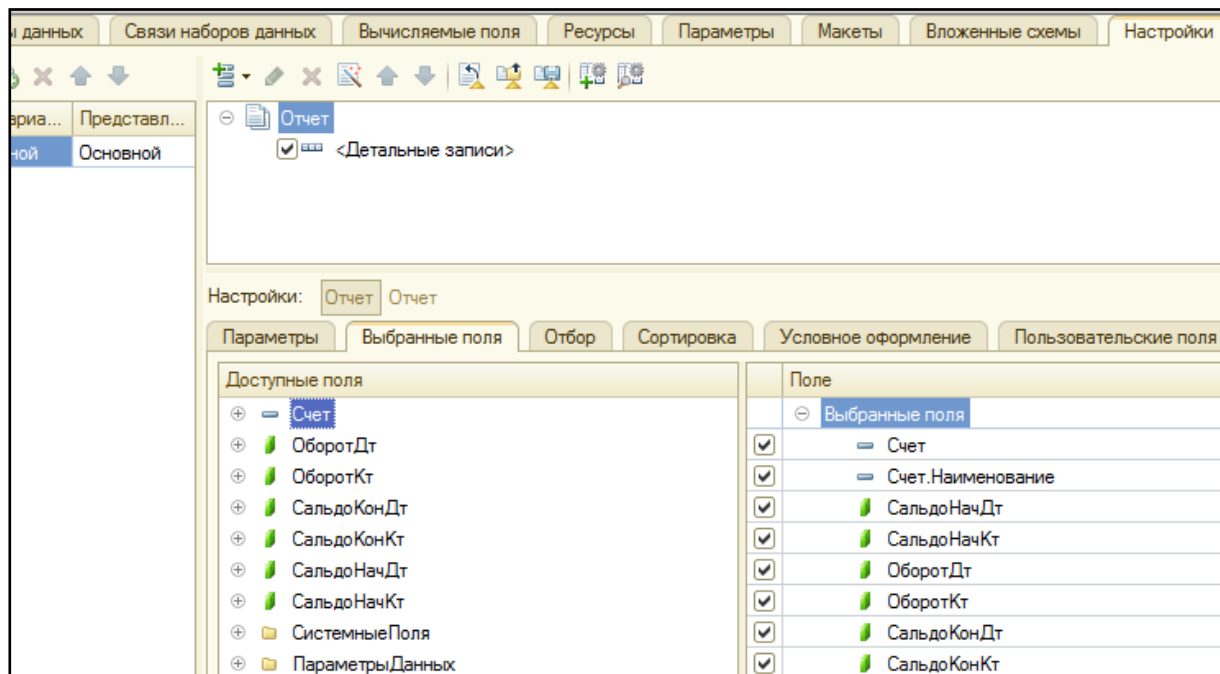

Рис. 85. Конструктор отчета
10. Закладка Выбранные поля. Выбрать все поля для вывода в отчет и разместить их в порядке, представленном на рис. 85: